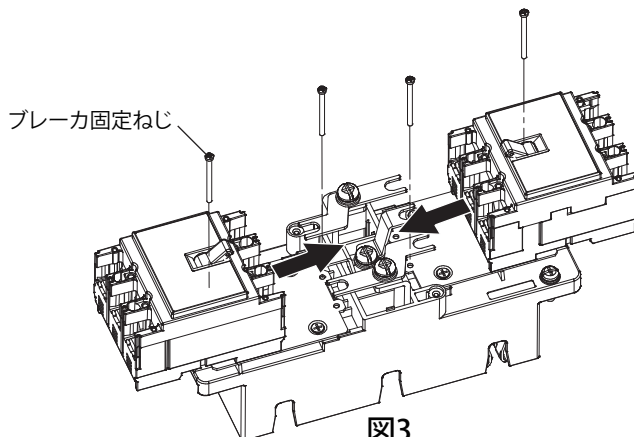
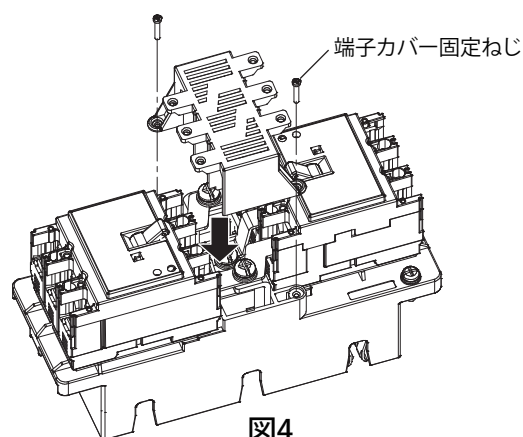

図3
図4
- ① ブレーカの電源側端子ねじを取外します。
- ② i plug の端子にブレーカを差込み、ブレーカ固定ねじで取付けます。(図 3)
- ③ ブレーカの電源側端子ねじを適正締付トルク(P.1)で締付けてください。
- ④ 端子カバーをはめて、端子カバー固定ねじ(2 点)で固定してください。(図 4)